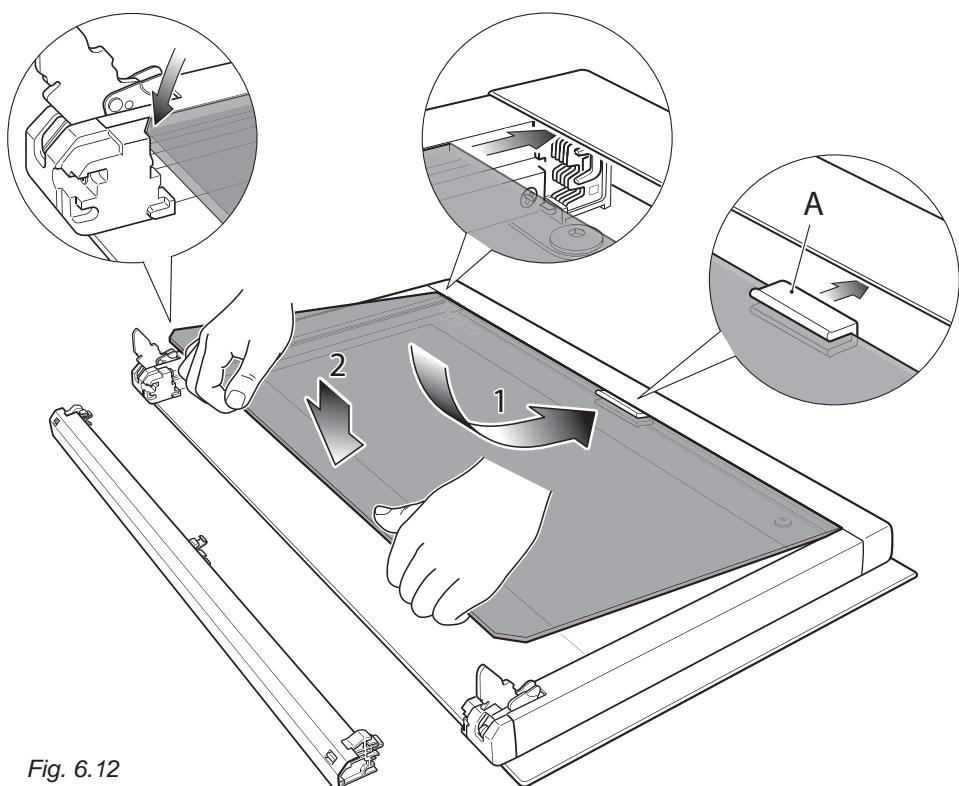

Fig. 6.12
1. Plasser glasset i henhold til Fig. 6.12. Glasset skal vende som vist nedenfor, ellers passer det ikke i beslaget. Merk: Benytt aldri ovnen uten det innerste glasset.
5. Kontroller, at tetningslisten "A" (Fig. 6.12) sitter korrekt. Hvis det ikke er plassert korrekt, skal den centreres nederst på glasset.
6. Sett i glasset i de øverste hakk og skyv det forsiktig inn iht. pil 1 på Fig. 6.12.
7. Forsiktig senkes glasset, som vist på pil 2 på Fig. 6.12.